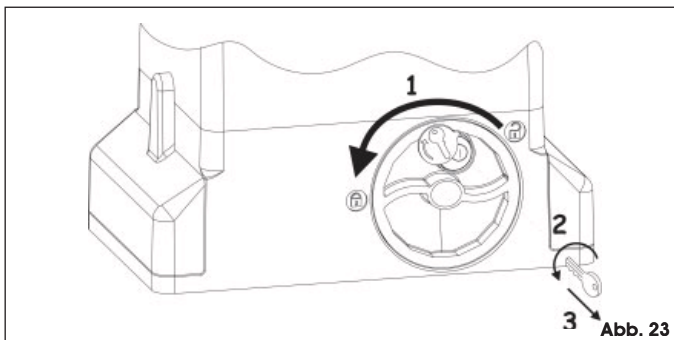

Abb. 23
1. Das Entriegelungssystem im Uhrzeigersinn bis zum Anschlag drehen, Abb. 23 Bez. 1.
2. Den Schlüssel im Gegenuhrzeigersinn drehen und vom Schloß abnehmen, Abb. 23 Bez. 2 und 3.